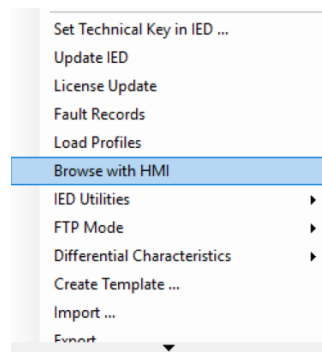

Imagen 431_ Ventana Browse with HMI.
6.2.15 Ahora abriremos la ventana del REX640 en la computadora o podemos observarlo en el display de REX640. Seleccionamos en nuestro proyecto en la computadora “REX640 – Browse with HMI”, que observamos en la Imagen 431.